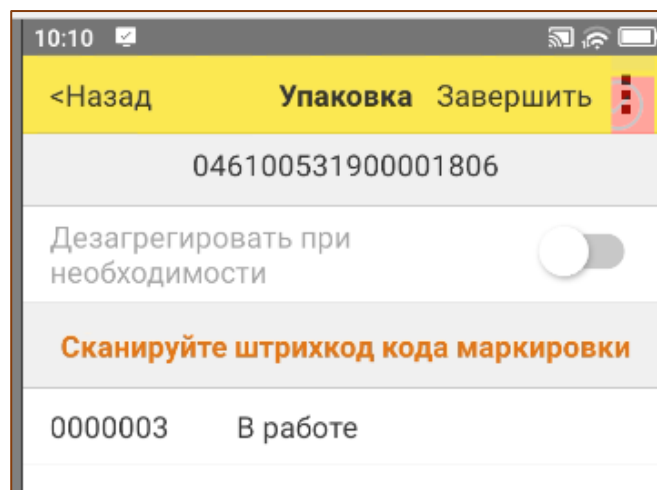

Рис. 7.2 - Создание упаковки
- ✓ отсканировать код агрегации (короб/палету/контейнер) (Рис. 7.2).